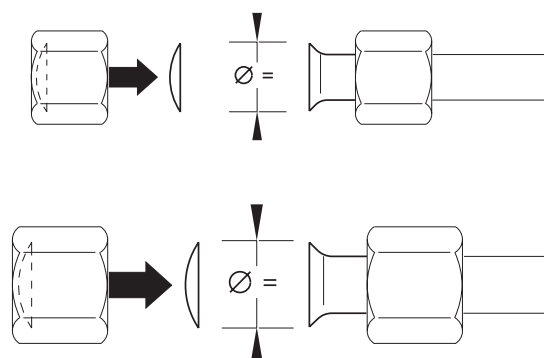

Fig. 23
3. Exécuter les purgeons en utilisant comme mesures de référence échantillon les bouchons situés sous le boulon de fermeture des robinets de l'unité externe et des terminaux de l'unité interne (fig. 23).